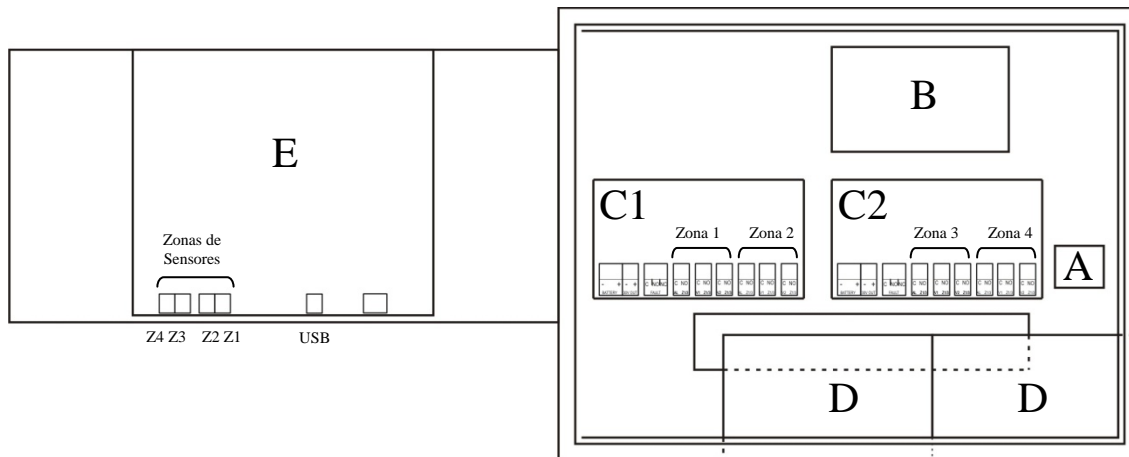
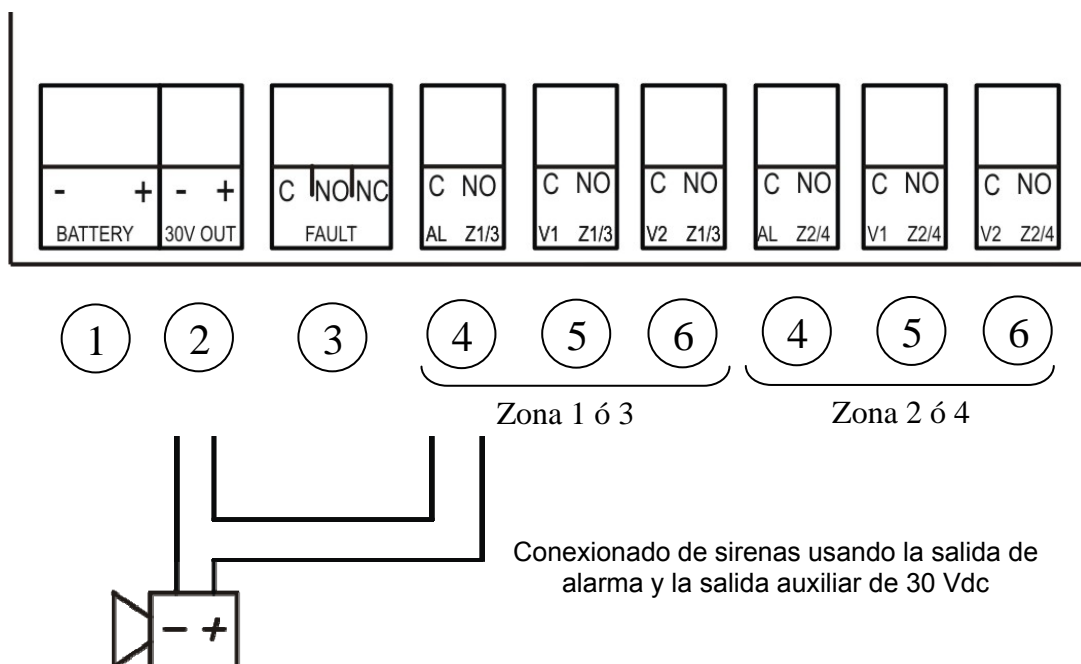

Figura 5: Disposición de elementos en la central
Figura 7: Salidas de la tarjeta de fuente
Circuito con las regletas de conexión de baterías, ventilaciones, alarmas, etc., para 1 ó 2 zonas. En centrales de 1 ó 2 zonas, está situado en el fondo del cofre en la zona central izquierda (C1 en la figura 5). En centrales de 3 ó 4 zonas, dispone de una segunda tarjeta de fuente situada en la zona central derecha (C2 en la figura 5). La tarjeta de fuente izquierda C1 está conectada con la fuente conmutada. Adicionalmente, si la central dispone de 2 tarjetas de fuente (C1 y C2), estas están también conectadas entre sí.
La alimentación de la central se realiza a través de la regleta A de la figura 5 con una tensión de 110~230V ± 10% 50 – 60 Hz. El conexionado se realizará mediante 3 hilos con una sección mínima de 1,5 mm siendo obligatorio el conexionado del cable de tierra al borne de alimentación de la central. El hilo de línea pasa a través de un fusible. El consumo máximo para una central es de 70 W. El conexionado se realizará según etiqueta situada en el fondo del cofre.
En el caso de modelos DVB, esta regleta se conectará con las baterías. Solo se encuentra activa en la tarjeta C1 (Ver figura 5).
Salida auxiliar de 30 Vdc con capacidad máxima de 1 A. Permite alimentación de dispositivos como por ejemplo sirenas (ver figura 7). Esta salida está protegida por un fusible autorearmable y realiza supervisión de tensión, exceso de consumo y línea cruzada. Solo se encuentra activa en la tarjeta C1 (Ver figura 5).
Salida de contacto seco no supervisado de avería con capacidad de 1 A (30 Vdc - 230 Vac). Solo se encuentra activa en la tarjeta C1 (Ver figura 5). Se activará siempre que se produzca una avería en el sistema o no haya alimentación (el contacto Común-Normalmente Abierto (NO) del relé está cortocircuitado indicando AVERÍA). Solo se desactiva cuando no existe ninguna avería en el sistema y la central esté alimentada (el contacto Común-Normalmente Abierto (NO) del relé está eléctricamente abierto).
Salida de contacto seco con contacto común (C)-Normalmente abierto (NO) con capacidad de 1 A (30 Vdc - 230 Vac). Corresponde con la salida de alarma de la zona 1, 2, 3 ó 4 dependiendo de la posición en la tarjeta, y de la tarjeta en el cofre (ver figura 5).
Salida de contacto seco con contacto común (C)-Normalmente abierto (NO) con capacidad de 1 A (30 Vdc - 230 Vac). Corresponde con la salida de ventilación 1 de la zona 1, 2, 3 ó 4 dependiendo de la posición en la tarjeta, y de la tarjeta en el cofre (ver figura 5).
Salida de contacto seco con contacto común (C)-Normalmente abierto (NO), con capacidad de 1 A (30 Vdc - 230 Vac). Corresponde con la salida de ventilación 2 de la zona 1, 2, 3 ó 4 dependiendo de la posición en la tarjeta, y de la tarjeta en el cofre (ver figura 5).